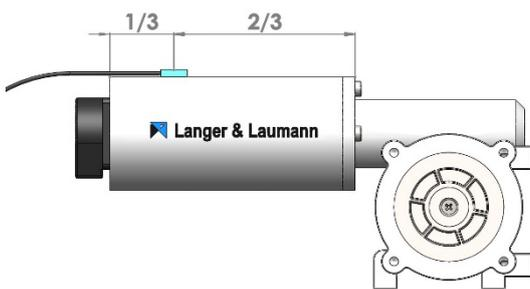
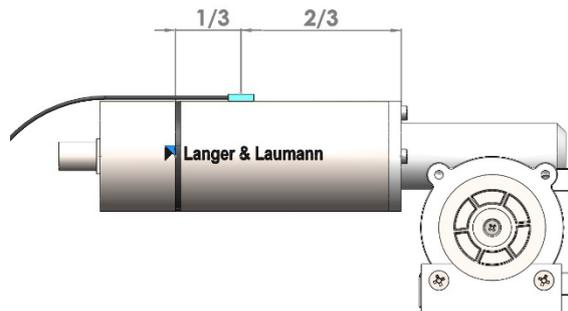

Abb. 2: Position am Motor
Abb. 3: Position am Motor
2. Säubern Sie die Stelle auf dem TSG Antrieb, auf die der Temperaturfühler aufgeklebt wird (siehe Abb. 2 bzw. Abb. 3: Position am Motor / Seite 5).